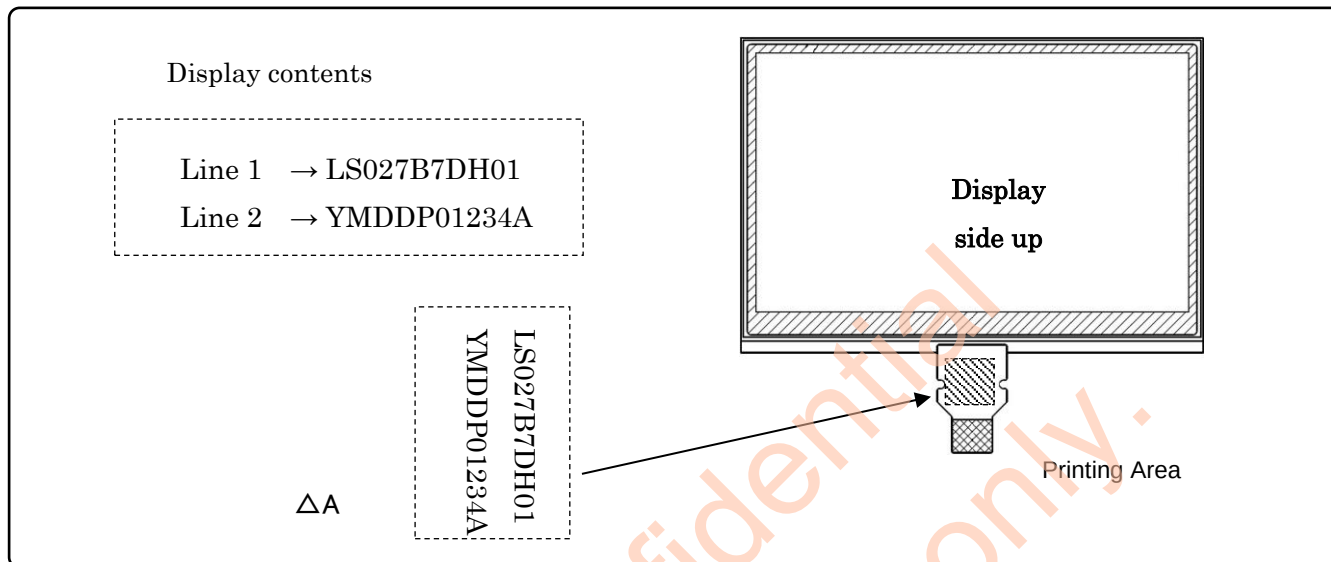

Figure. 11-1-1 Lot number printing position (not to scale)
- ・図11-1-1に印刷位置を示します。
- ・The display position is shown in Figure.11-1-1.